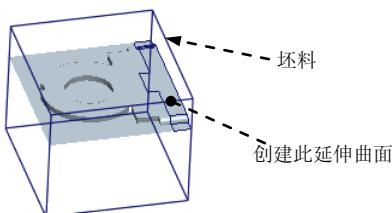
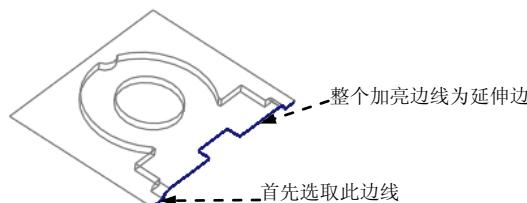
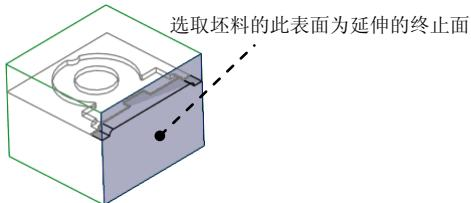

图 14.30 延伸曲面
图 14.31 选取延伸边
图 14.32 选取延伸的终正面
- (1) 遮蔽参考件和坯料。
- (2) 按住 Ctrl 键, 选取复制面组和上一步创建的拉伸曲面。
- (3) 单击 **分型面** 功能选项卡 **编辑** ▶ **区域** 中的  **合并** 按钮, 系统弹出“合并”操控板。
- (4) 在“合并”操控板中单击  , 在模型中选取要合并的面组的侧。
- (5) 在操控板中单击 **选项** 按钮, 在“选项”界面中选中 **相交** 单选项。
- (6) 在“合并”操控板中单击  按钮。
Step7. 将合并后的表面延伸至图 14.30 所示坯料的表面。
- (1) 为了方便选取复制边线, 选择 **视图** 功能选项卡 **模型显示** ▶ **显示样式** 按钮  , 按下  **线框** 按钮, 将模型的显示状态切换到实线线框显示方式。
- (2) 如图 14.31 所示, 首先选取第一段边线。
注意：必须随着选取的第一条线段，依次选取图 14.31 中加亮的线段，线段之间不能间隔，否则无法选取加亮线段。
(3) 单击 **分型面** 功能选项卡 **编辑** ▾ 区域的 **延伸** 按钮，此时出现“曲面延伸：曲面延伸”操控板。
(4) 在操控板中单击 **参考** 按钮，在“参考”界面中单击 **细节...** 按钮，此时系统弹出“链”对话框。
(5) 按住 Ctrl 键，选取图 14.31 中所加亮的线段，单击 **确定** 按钮。
(6) 将坯料的遮蔽取消。
(7) 选取延伸的终正面。
① 在操控板中按下 按钮（延伸类型为至平面）。
② 在系统 **选择曲面延伸所至的平面** 的提示下，选取图 14.32 所示的坯料的表面为延伸的终正面。